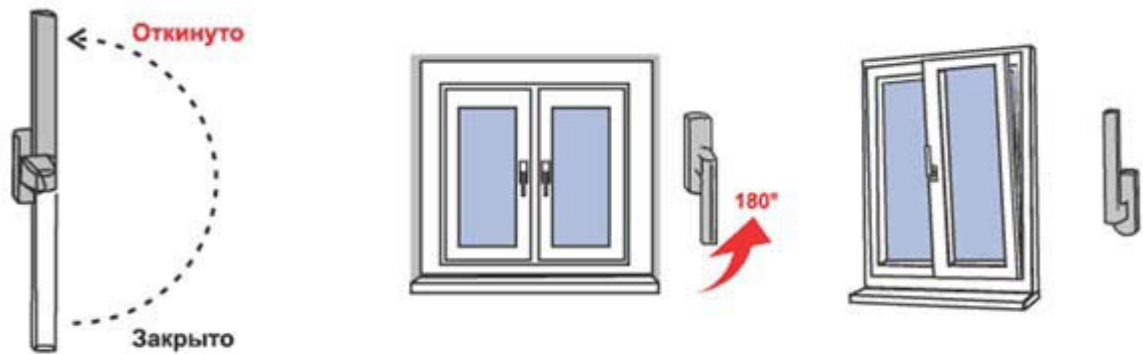

Рис. 2
3) Для перевода створки из закрытого положение в откидное (поворот створки относительно нижней горизонтальной оси, положение «Откинута» на Рис.2) ручку поворачивают вертикально на 180 градусов вверх, затем, потянув за ручку, поворачивают створку относительно нижней горизонтальной оси на заданный изготовителем угол (не более 10 градусов) (откидной режим).
4) Для заперения створки из открытого или откидного положения ее сначала закрывают и, придерживая створку рукой, поворачивают ручку вертикально вниз (положение «Закрывать» на Рис. 2).